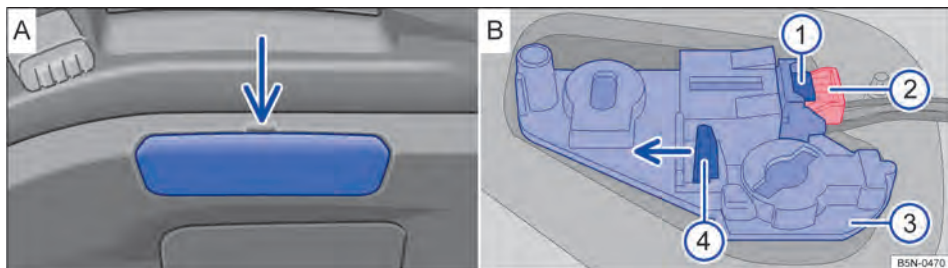
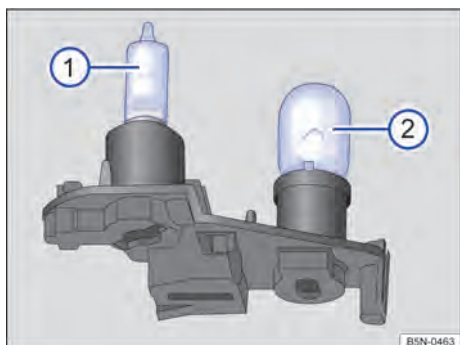

Fig. 241 Na tampa traseira: **A** retirar a cobertura e **B** remover o suporte da lâmpada.
Fig. 242 Suporte das lâmpadas com lâmpada da lanterna de neblina ① e lâmpada da lanterna traseira ②.
3. Com a lâmina da chave de fenda das ferramentas de bordo (⇒ Página 393), levantar cuidadosamente a cobertura pelo entalhe ⇒ Fig. 241 **A**.
4. Retirar a trava de segurança vermelha ② **B** conforme indicado e retirar o conector elétrico com a alavanca pressionada ① **B**.
5. Pressionar a presilha de travamento ④ **B** no sentido da seta e retirar o suporte da lâmpada ③ **B**.
6. Substituir a lâmpada da lanterna traseira de neblina defeituosa ⇒ Fig. 242 ① ou a lâmpada da luz traseira ② por uma nova lâmpada incandescente da mesma versão.
8. Encaixar o conector elétrico no suporte da lâmpada até que o conector elétrico engate de forma audível. Pressionar a trava de segurança vermelha ⇒ Fig. 241 ② **B** para dentro.